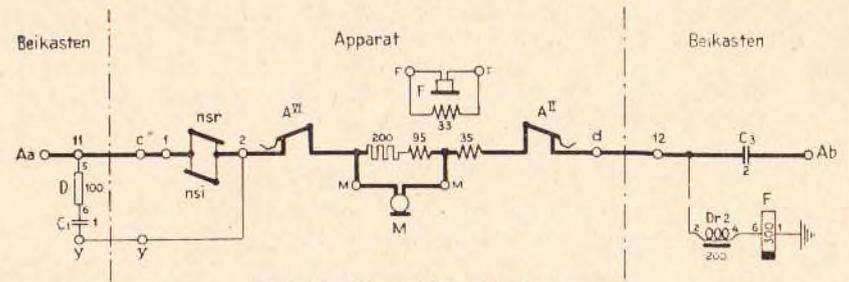

Abb. 22 Sprechstromkreis
- a 3 **Mikrophon-Speisestrom:** —Aa, Klemme 11, Klemmen c—1, $\frac{nsi}{nsr}$, A^{VI} , in **Stromverzweigung** über das Mikrophon und die Induktionsspule, J 35, A^{II} , Klemmen d—12, Dr 2, F 300, + (Abb. 22).